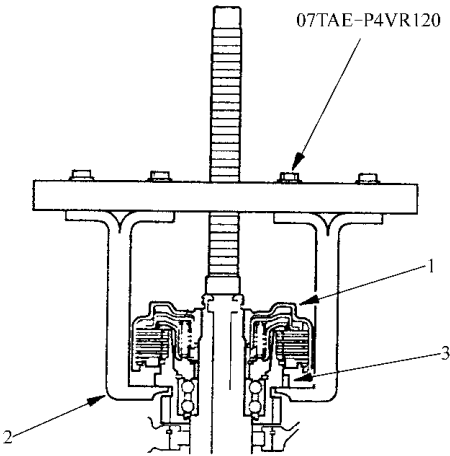

图 5-86 安装专用工具
- 13) 如图 5-86 所示，将专用工具安装到起步离合器上，并牢固地将专用工具的棘爪接到驻车